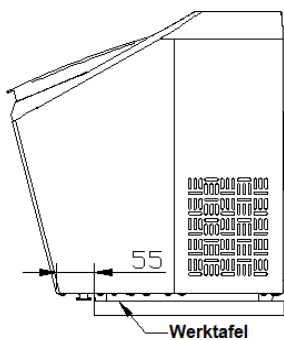

Fig.1
3. Haal het apparaat naar voor tot 60mm over de tafelrand en open de plug om het overtollige water te verwijderen (zie Afb.1, Afb.2 en Afb.3).